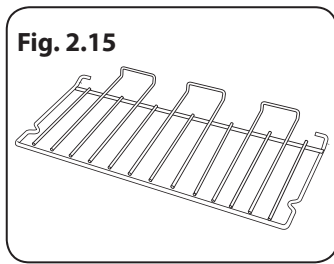

Fig. 2.15
- 1 grille totalité du four (Fig. 2.15)